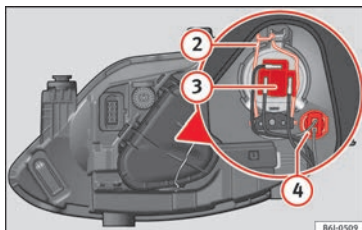

Fig. 95 Luz de cruce/carretera y luz de posición del faro simple.
- Extraiga el conector » **fig. 95** ③ de la lámpara.
- Desenganche el resorte retentor » **fig. 95** ② presionándolo hacia dentro y a la derecha.
- Extraiga el portalámparas » **fig. 95** ④ hacia fuera.